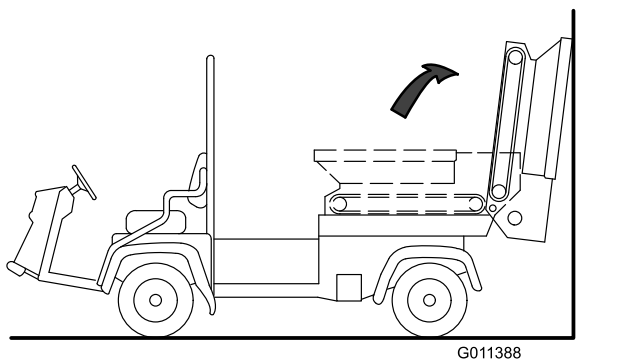

图33
5. 向后转动料斗并倚靠到墙壁、梯子等物体上面。不要将料斗靠着机器后部放置因为这样可能会损坏刷子或液压接头 图33。
重要事项 确保料斗绕着中心旋转和/或固定到墙壁或柱子上防止其意外跌落到工作区 图33。